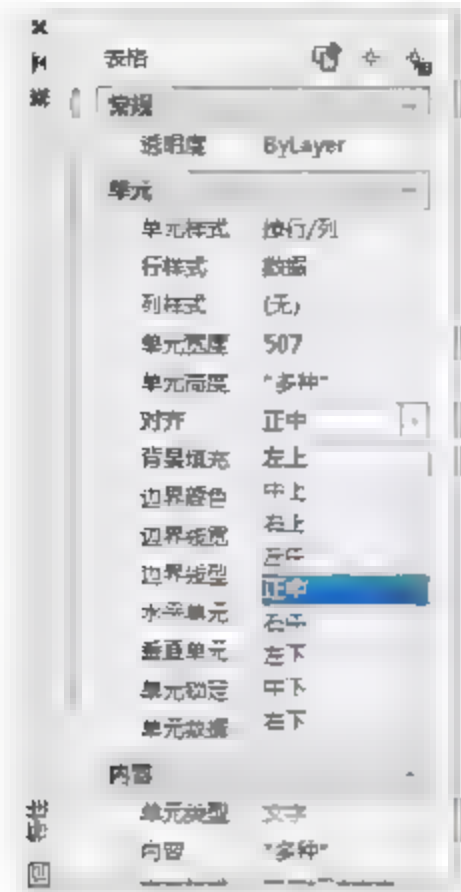

图10-62 选择对齐方式
- 03 在弹出的【特性】选项板中展开【单元】卷展栏，在【对齐】下拉列表中选择【正中】选项，如图10-62所示。